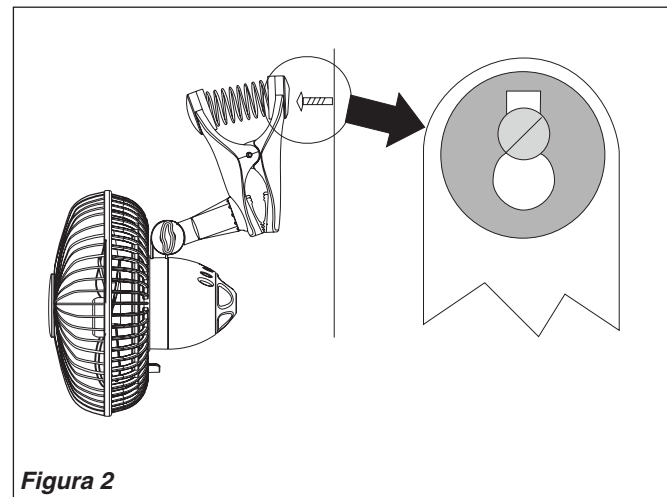

Figura 2
2. **MONTAJE EN PARED:** Instale un tornillo (uno para madera #8 x 3/4" o uno equivalente. No está incluido) en la pared y cuelgue el montaje de las mordazas del tornillo. (Figura 2)